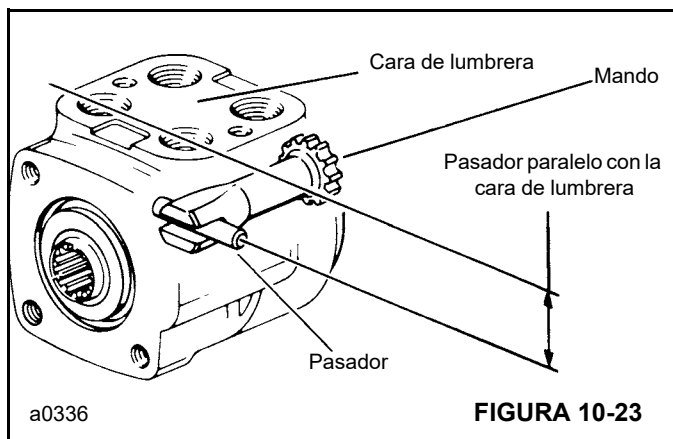

FIGURA 10-23
20. Gire el conjunto de carrete y manguito hasta que el pasador 11 esté paralelo con la cara de la lumbrera (Figura 10-23). Instale el mando (15, Figura 10-13); asegúrese de engranar el mando con el pasador 11. Para asegurar la alineación correcta, marque el mando como se muestra en la (Figura 10-24), ref. B. Tome nota de la relación entre el extremo ranurado del mando y el extremo estriado del mando al hacer las marcas.